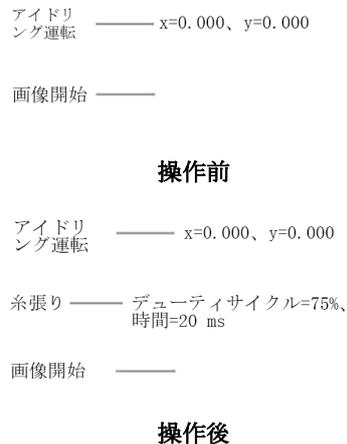

図 5. 10. 5a 画像全体の開始コマンドセットの操作方法
④最後に「確認」ボタンをクリックすると、このデフォルトコマンドセットが保存されます。「コマンド処理」をクリックすると、図形全体の開始位置にこれらのコマンドがデフォルトで追加されます。具体的な操作は図 5. 10. 5a の通りです。
⑤レイヤーを設定することもできます。レイヤー1にのみデフォルトコマンドセットを設定する場合、レイヤー1を選択して設定します。すべての図形にデフォルトのコマンドセットを設定する場合、レイヤー選択ボックスをクリックし、残りの各レイヤーを選択してコマンドセットを設定します。レイヤー選択ボックスは図 5. 10. 1c の通りです。
図形全体の終了位置に命令を追加します。設定ページは図 5. 10. 1a の通りです。
②コマンドライブラリからコマンドを選択する場合、「コマンド挿入」をクリックするか、このコマンドをダブルクリックすると、パラメータポップアップウィンドウが表示されます。パラメータページは図 5. 7. 5c の通りです。「確定」ボタンをクリックすると、コマンドはコマンドセグメントエリアに表示されます。
③すべてのコマンドを追加した後、削除する必要がある場合、コマンドセグメントをダブルクリックするとパラメータ設定ボックスがポップアップ表示され、パラメータを変更することができます。コマンドを削除する必要がある場合、コマンドセグメント